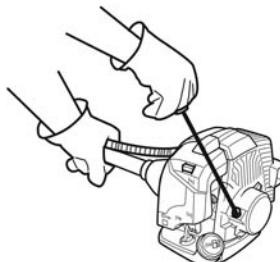

Fig. 13
- > Tire del mango [4] para arrancar el motor (Fig. 13).